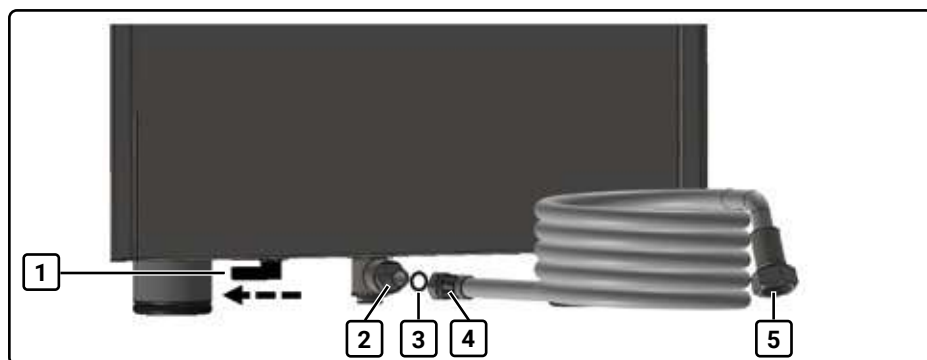

Fig. 5 Vue arrière avec vanne rotative et pièce de raccordement d'eau
2. Vissez le tuyau de raccordement d'eau (4, Fig. 5) fourni à la pièce de raccordement d'eau (2, Fig. 5) située sous la machine. Pour cela, utilisez le joint (3, Fig. 5).
4. Raccordez le tuyau de raccordement d'eau (5, Fig. 5) à l'alimentation d'eau.
5. Tournez la vanne rotative (1, Fig. 5) en position de raccordement d'eau permanent. La vanne est tournée vers l'extérieur de la machine.